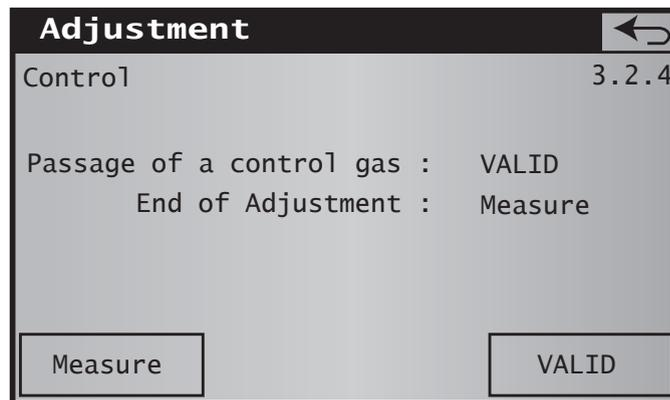

Abb. 42 Bildschirmseite 3.2.4
- Erzwungene Kalibrierung nach einer Minute, falls die Messwerte stabil sind: Drücken Sie dazu die Op forced after 1min-Taste und nach einer Minute wird die Bildschirmseite 3.2.4 (Abb. 42) angezeigt.